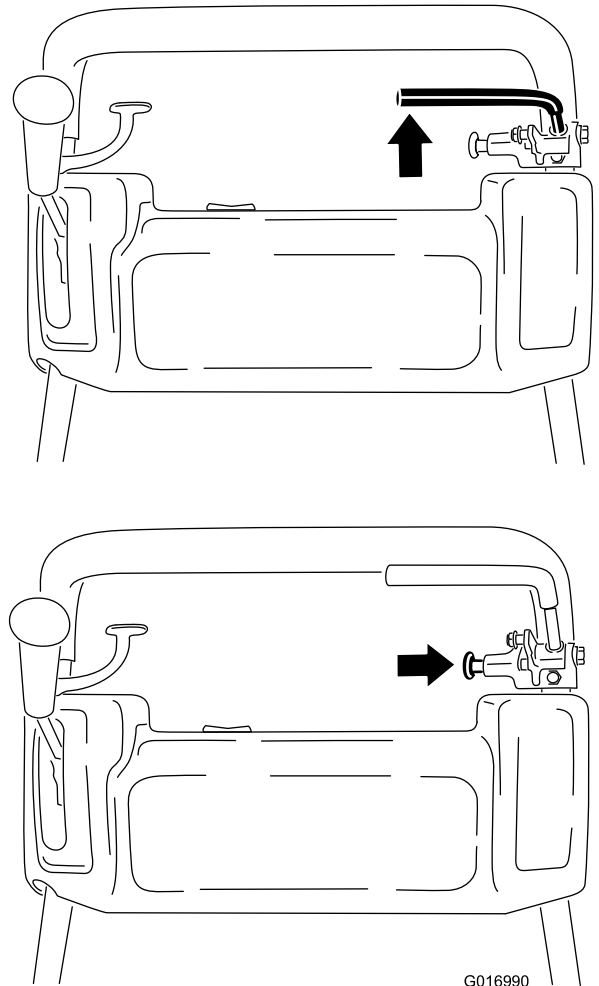

图31
1. 接合行车刹车并推动驻车刹车旋钮，以便让行车刹车停靠在驻车刹车销上（图31）。